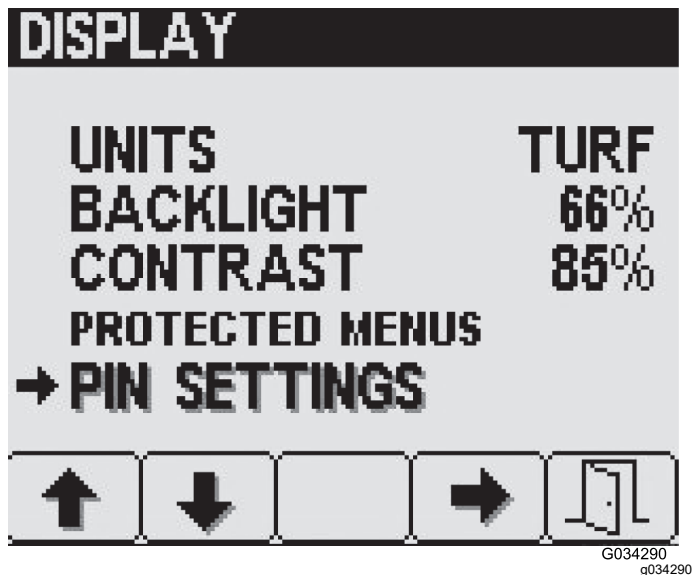

Figura 23
1. Apăsai butonul 1 sau 2 pe ecranul DISPLAY (afiaj) pentru a naviga la opțiunea PIN SETTINGS (setări pin) (Figura 23).
2. Apăsai butonul 4 pentru a selecta submeniuul PIN SETTINGS (setări pin) (Figura 23).